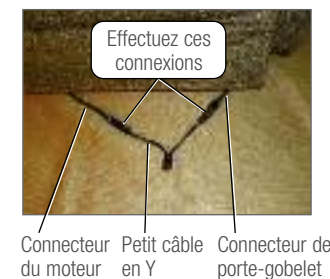

FIGURE 13
- Brancher le transformateur d'alimentation au petit câble en Y (FIGURE 13).